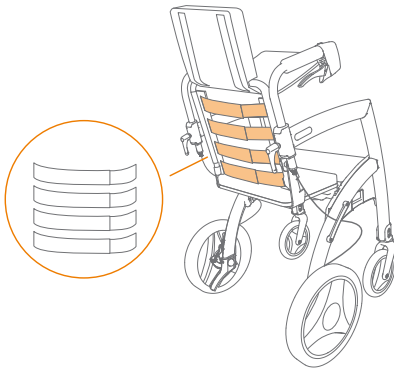

Figure 52: Desserrer les sangles pour augmenter la profondeur du siège.
- c. Ajustez les sangles en retirant le velcro et en le fixant à nouveau au réglage souhaité (**Figure 52**).